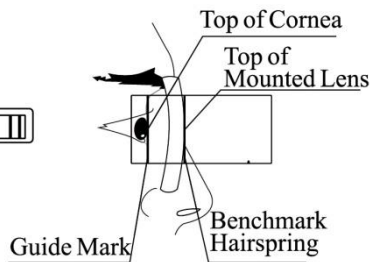

Fig. 9b
- Depois que a segmenta ção for conclu ída. O óptico desliza pupi esquerdo / direito1 Chave de medi ção para coincidir a mola do Benchmark com a parte superior da lente (Fig.9b). A dist ância do topo da c órnea à lente montada pode ser obtida deduzindo a espessura da lente do valor exibido digitalmente naquele momento.